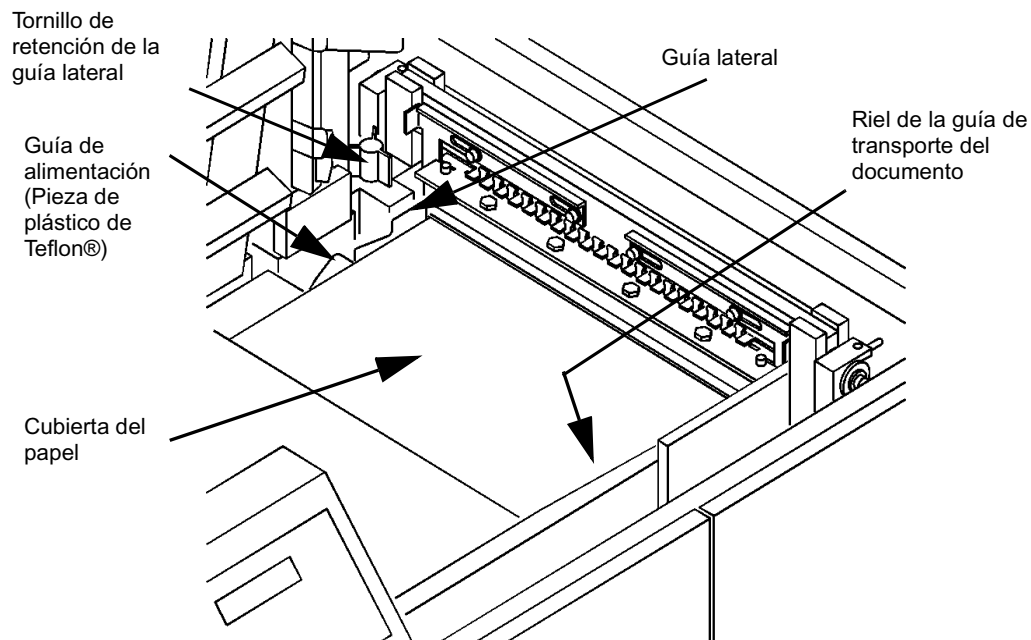

Figura 2-8: Ajuste de la guía lateral
- 6 Revise que el papel esté colocado contra el riel de la guía de transporte del documento como se muestra en la figura 2-8. Si el papel está colocado en forma recta contra el riel y tan cerca de la guía lateral como sea posible pero sin tocarla, vaya a la sección **Ajuste del calibrador posterior**. Si la guía lateral no está suficientemente cerca del papel sin llegar a tocarlo, vaya al **paso 7** para ajustar la guía lateral.
Nota: Cuando esté utilizando la guía lateral para 11 pulgadas existente, asegúrese de que la guía lateral esté bajo la guía de alimentación (figura 2-8) antes de continuar.